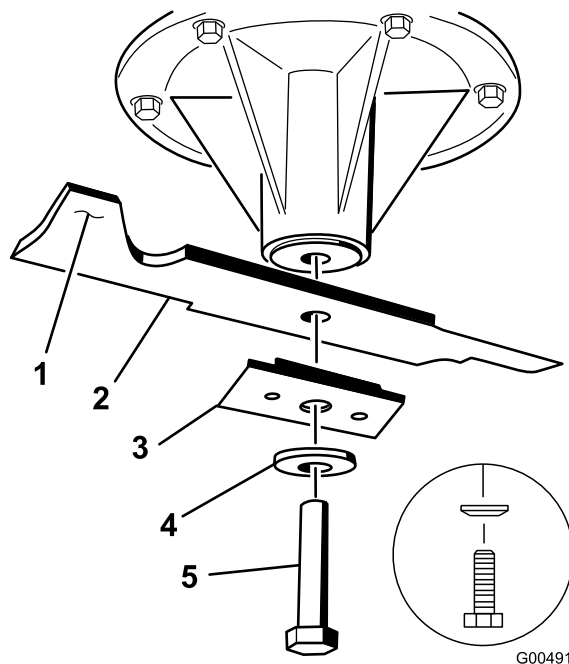

Figura 59
3. En carcasas de corte de 36 pulgadas, retire el perno de la cuchilla, la arandela curva, el refuerzo y la cuchilla del eje (Figura 59).
3. En las carcasas de corte de 36 pulgadas, instale la cuchilla, el refuerzo, la arandela curva y el perno de la cuchilla (Figura 59).